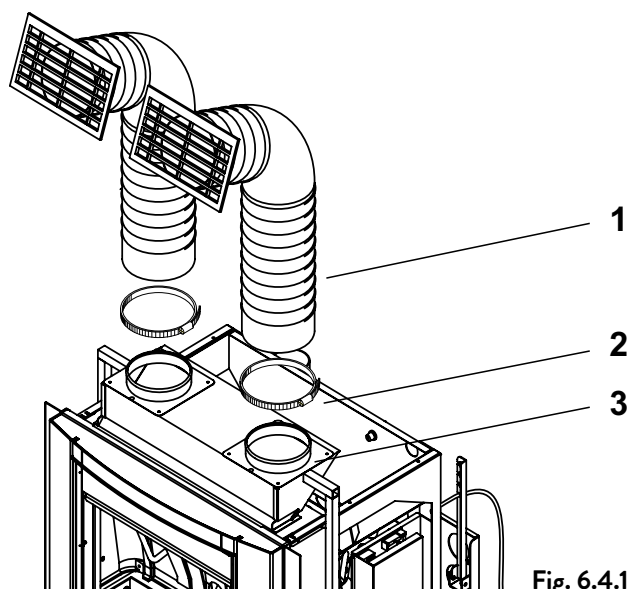

Fig. 6.4.1
Prendre les bouts du tuyau flexible et allonger celui-ci en l'accompagnant d'un mouvement rotatoire (Fig. 6.4.1).
Fixer le tuyau (1) aux colliers (3) à l'aide des bandes de serrage (2) (Fig. 6.4.1).